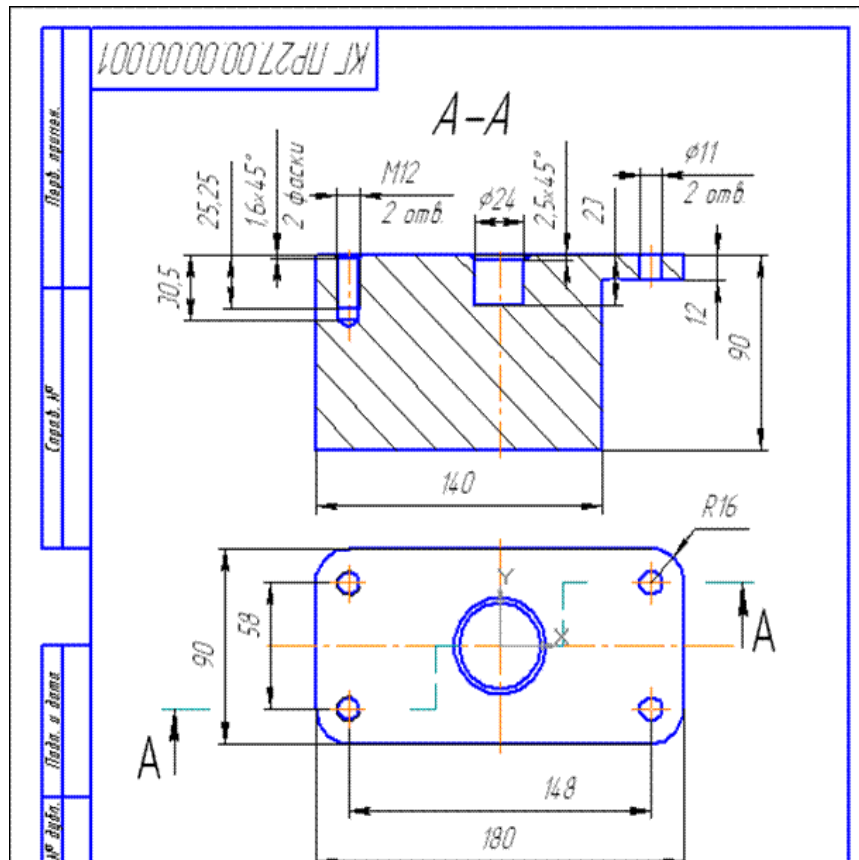
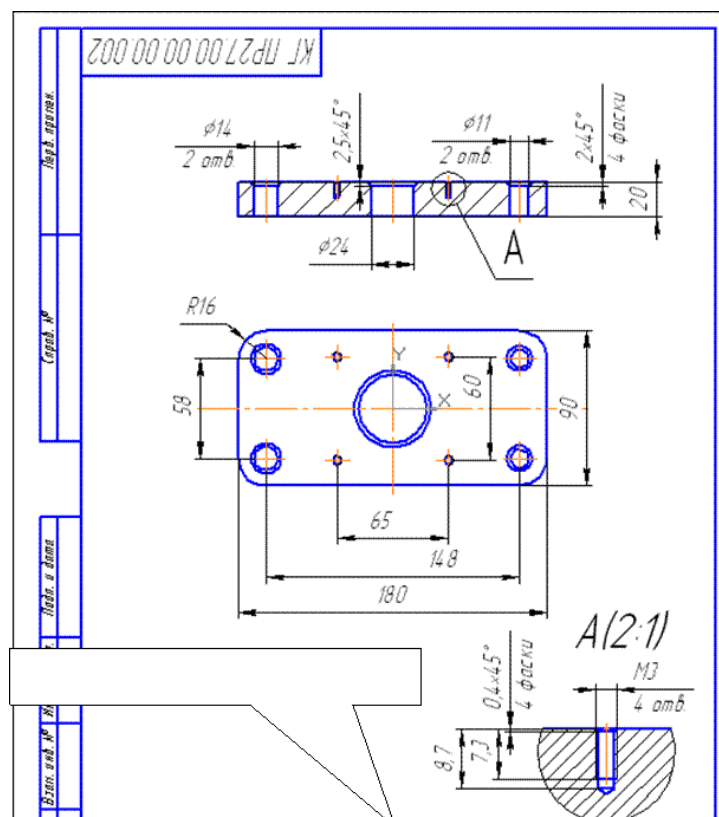
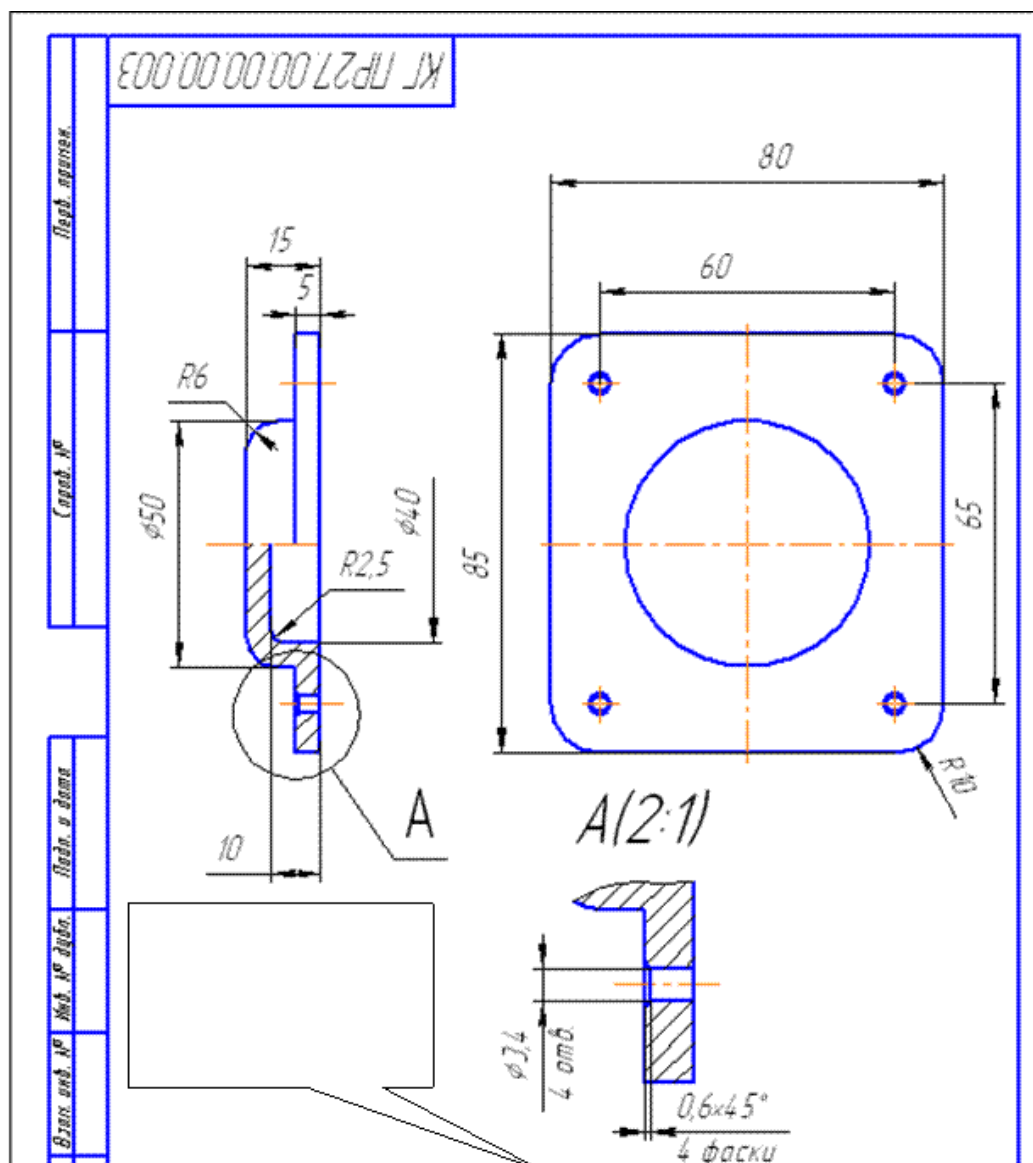
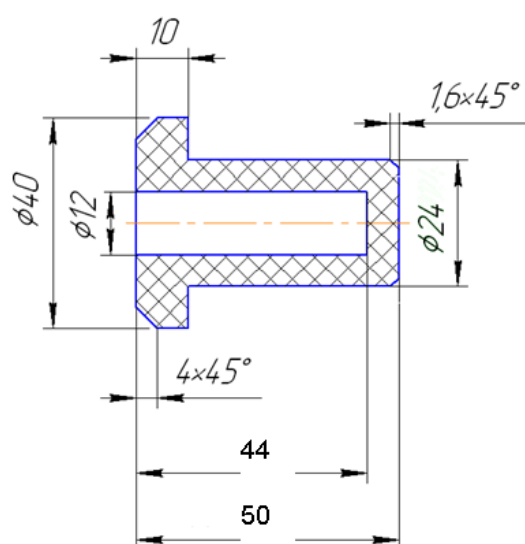

Рис. 7.3. Основание
Рис. 7.4. Плита
Рис. 7.5. Крышка
Рис. 7.6. Втулка
1. Копируем ранее выполненные чертежи оригинальных деталей: основание (рис. 7.3), плита (рис.7.4), крышка (рис.7.5), втулка (рис.7.6).
Формируем изображения сборочной единицы как на рис. 7.5. Между изображениями сборочной единицы обеспечиваем проекционную связь.